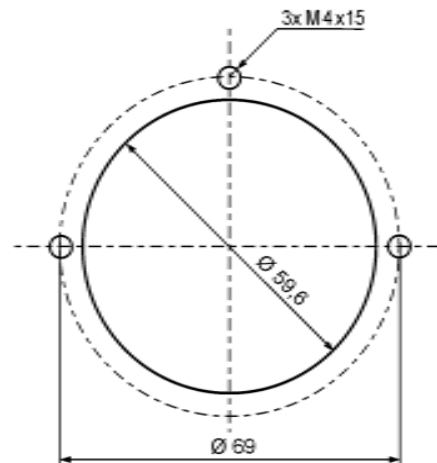

Abb. 4: FVK4223-0, Ausschnitt und Gewindebolzen
- ▶ Bringen Sie auf der Rückseite der Frontplatte einen kreisförmigen Ausschnitt und 3 Gewindebolzen entsprechend Abb. 4 an.